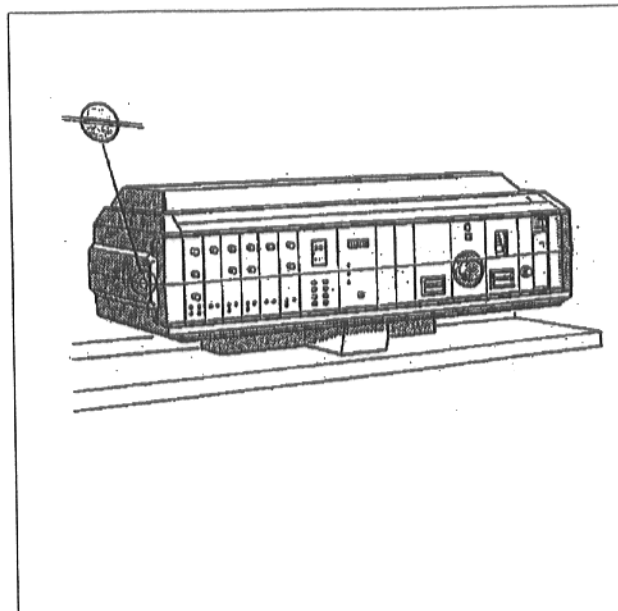

Рис. 9
- Перевести шлиц винта прозрачной крышки устройства управления (рис.9) в горизонтальное положение, например, с помощью монеты. Снять прозрачную крышку, подав ее вперед.